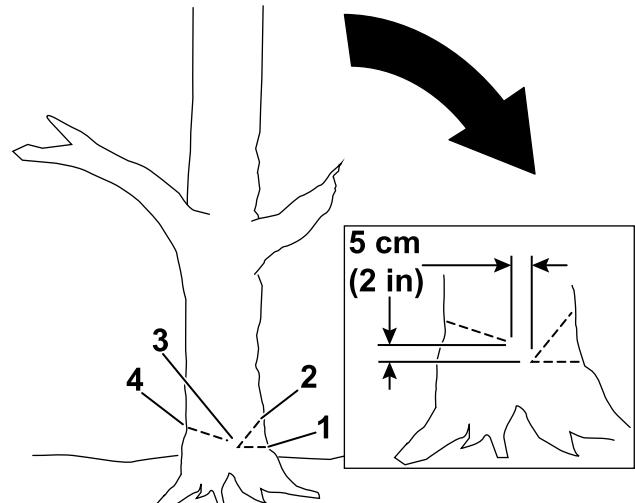

Figura 16
- Fate un primo taglio profondo un terzo del diametro dell'albero dalla parte verso la quale si vuole far cadere l'albero (Figura 16).
- Fate un secondo taglio in modo tale che formi una tacca con il primo, iniziando a tagliare a una distanza di almeno 5 cm sopra il primo taglio (Figura 16).
- Fate il taglio posteriore sul lato opposto a quello della tacca e a un'altezza di circa 5 cm maggiore rispetto al primo taglio, come illustrato in Figura 16.
- Terminate il terzo taglio a una distanza di 2,5-5 cm dalla tacca, in modo da creare tra i tagli una cerniera (Figura 16) che impedisca all'albero di cadere nella direzione sbagliata o di torcersi durante la caduta.
Nota: Mentre il taglio posteriore si avvicina alla cerniera (Figura 16) l'albero dovrebbe iniziare a cadere.